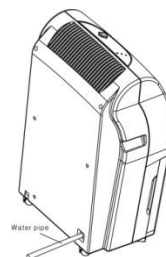

Рис.5
5. Подсоедините сливной шланг к дренажной трубке (рис.5).